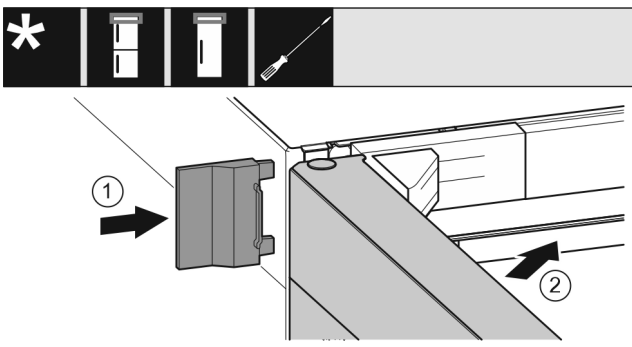

Fig. 25
- ▶ Насуньте зовнішню кришку Fig. 25 (1).
- ▶ Закрийте верхні дверцята Fig. 25 (2).